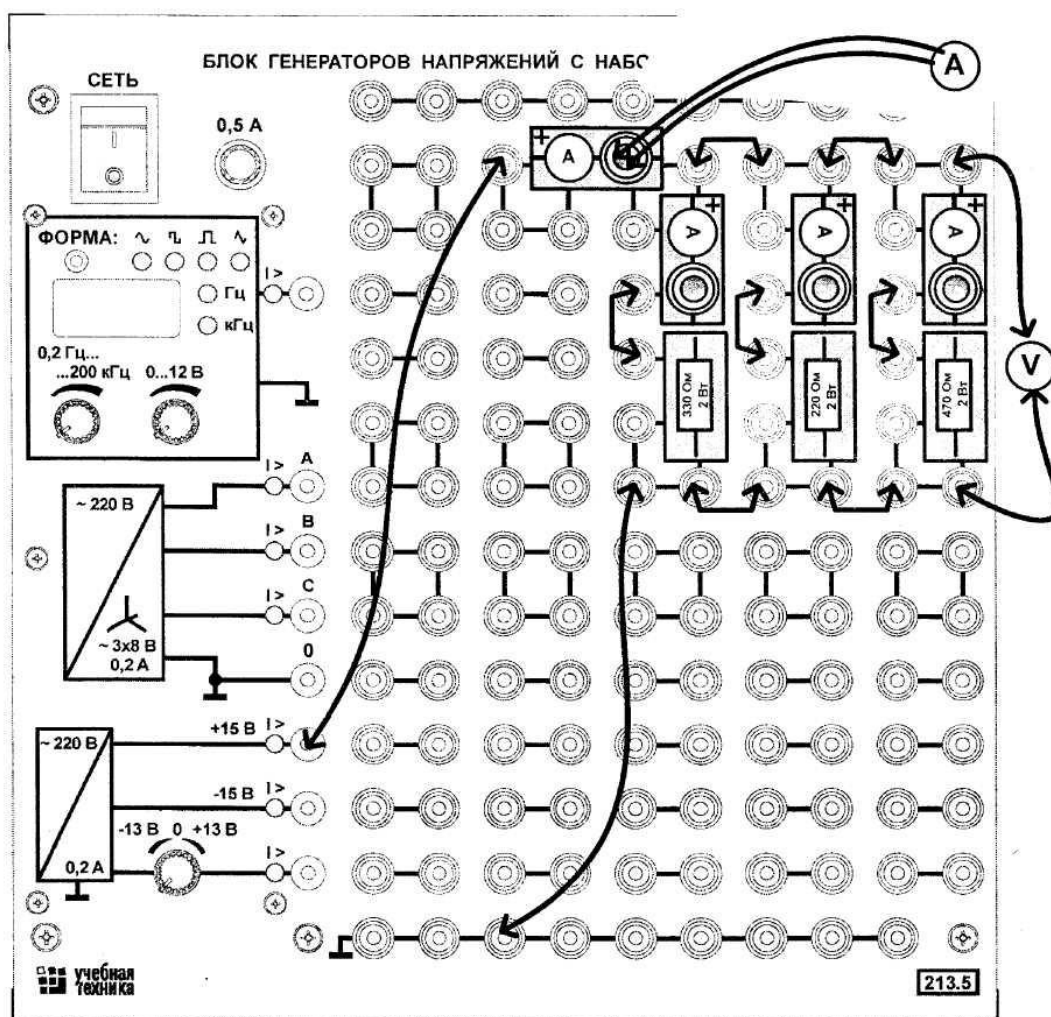

Рис. 2.3.2
- Соберите цепь согласно монтажной схеме (рис. 2.3.2), вставив последовательно с каждым из резисторов (330, 220 и 470 Ом) специальные миниблоки для подключения амперметра.